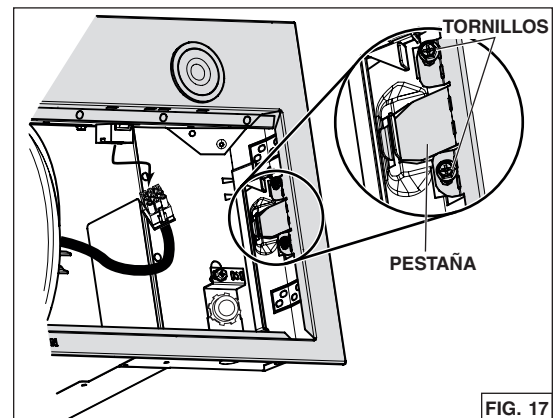

FIG. 17
5. Desenchufe el cable del ventilador de su conector en el panel frontal. Quite el panel frontal del aparato retirando los 4 tornillos de sujeción (dos por lado) y desbloqueando la pestaña (uno por lado) de la carcasa del aparato (FIG. 17). Poner el panel frontal y los tornillos a un lado.